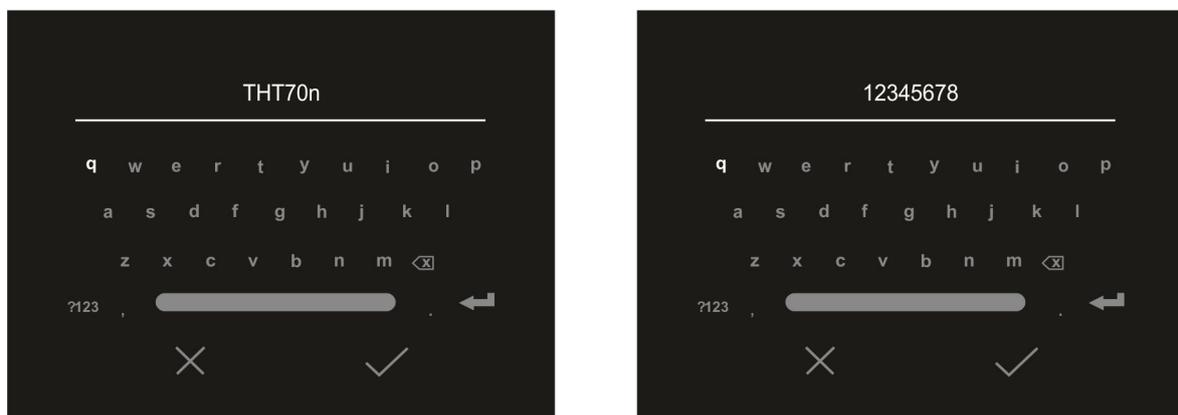

Fig. 17: Definição SSID e Password da ligação WiFi
3. Clique em “SSID” para definir um identificador de ID personalizado da ligação WiFi (padrão THT70n). O ecrã da Fig. 17 - lado esquerdo é exibido no dispositivo
5. Clique em “Password” para definir a senha personalizada da ligação WiFi (padrão “12345678”). O ecrã da Fig. 17 - lado direito é exibido no dispositivo